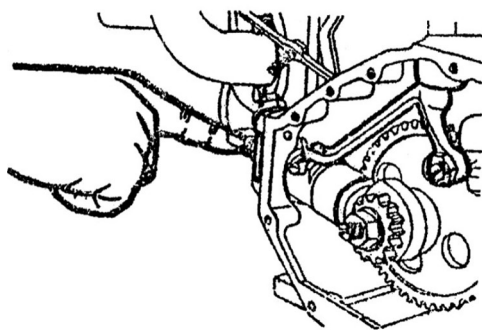

рис. 8.1
- 6. При встановленні похилої направляючої вилки переконайтеся, що кулька на рамі впирскуючого насоса вставлена в паз похилої направляючої вилки, а задня частина рами захищає корпус впирскуючого насоса на 5-6 мм. (Рис. 8.1).